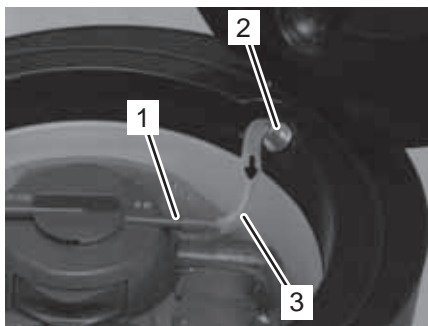

Fig. 42
13. Posez le fût réservoir dans la chambre de réfrigération pour que l'alimentation en air « Air In » (Fig. 42/1) de l'adaptateur de fût soit orientée vers l'arrière.
14. Reliez maintenant l'alimentation en air « Air In » (Fig. 42/1) et celle de l'appareil (Fig. 42/2) avec un tuyau à air (Fig. 42/3). La flèche figurant sur le tuyau à air doit alors être orientée dans la direction de l'alimentation en air « Air In » sur l'adaptateur de fût.